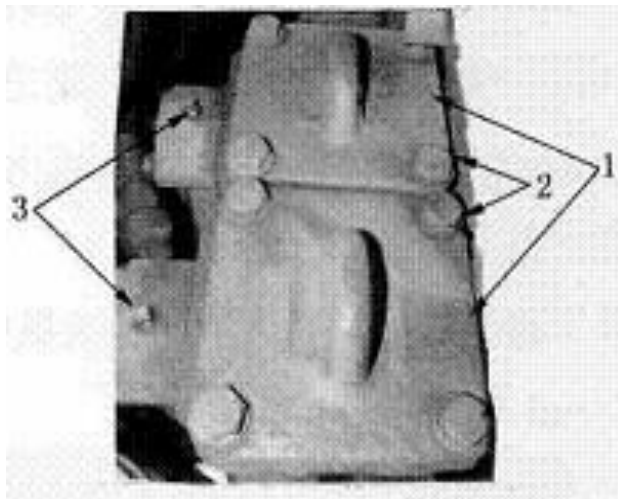

Рис. 33
4. Заменить и почистить масляный фильтр (Рис. 33)